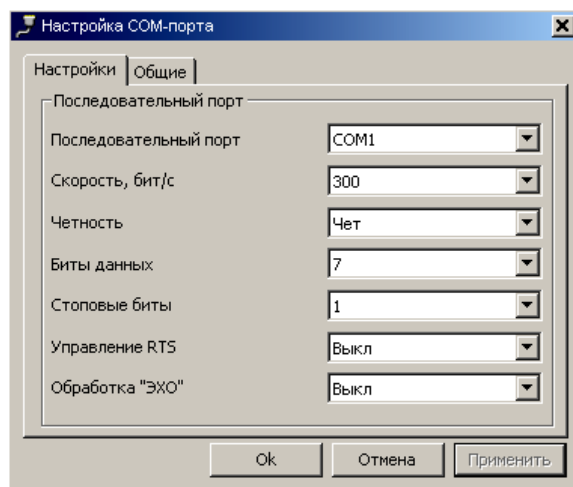

Рисунок 6.4 – Окно редактирования настроек канала связи «RS-232»
6.3.1 Для канала связи «RS232» (рисунок 6.4) установить параметры порта связи согласно рисунку 6.4: